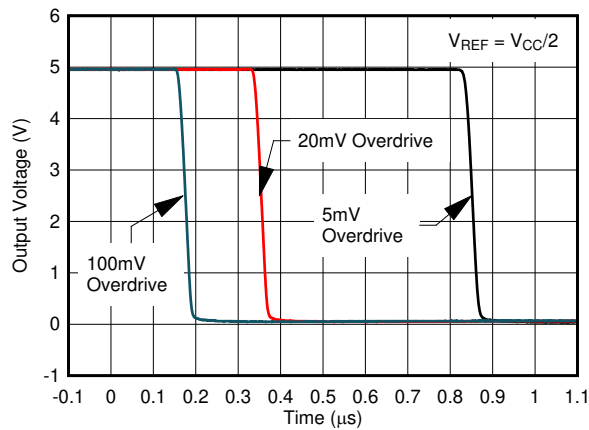

図 5-11. 各種オーバードライブの応答時間、High から Low への遷移
- R_{CE} は、図 5-11 で目的の温度における線形領域の勾配を計測するか、 V_{OL} を I_{out} で除算することで決定できます。